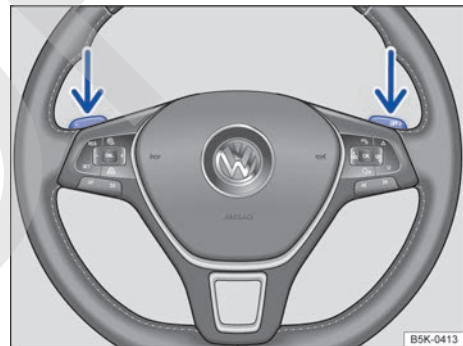

Fig. 184 Volante con dos levas de cambio para el Tiptronic.
- Con la palanca selectora en la posición **D/S** o en la pista de selección Tiptronic, accione las levas del volante → fig. 184 (flechas).